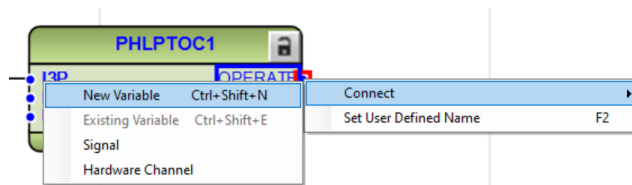

Imagen 216_Conexión de la salida del bloque PHLPTOC1 a una nueva variable.
4.1.10 Del lado de la salida seleccionamos con clic derecho en la salida “OPERATE”, seleccionando “Connect - New Variable” como se muestra en la **Imagen 216**.